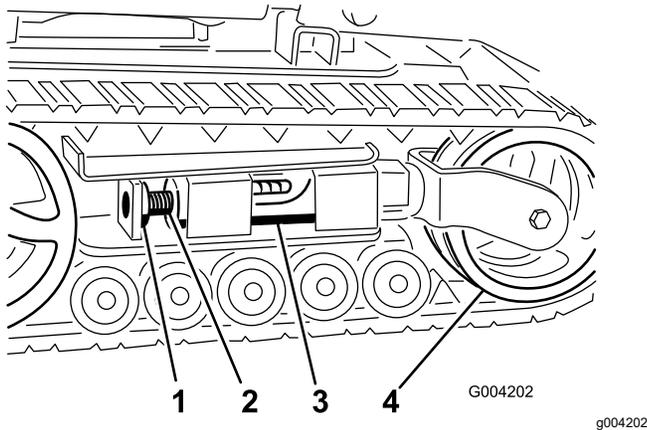
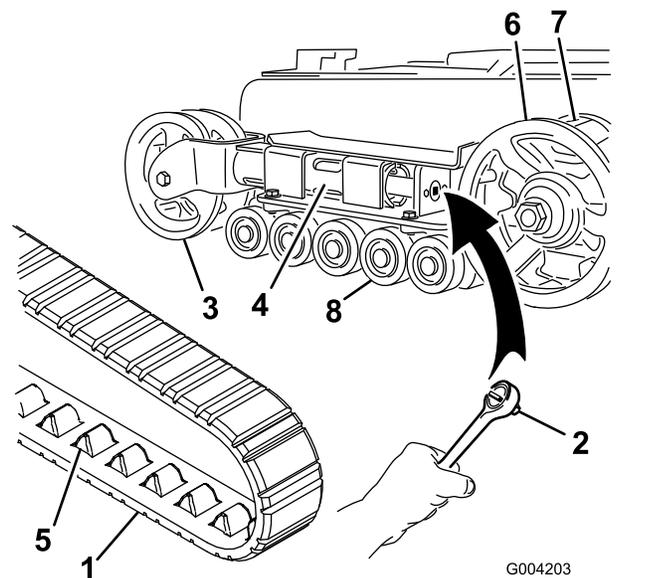
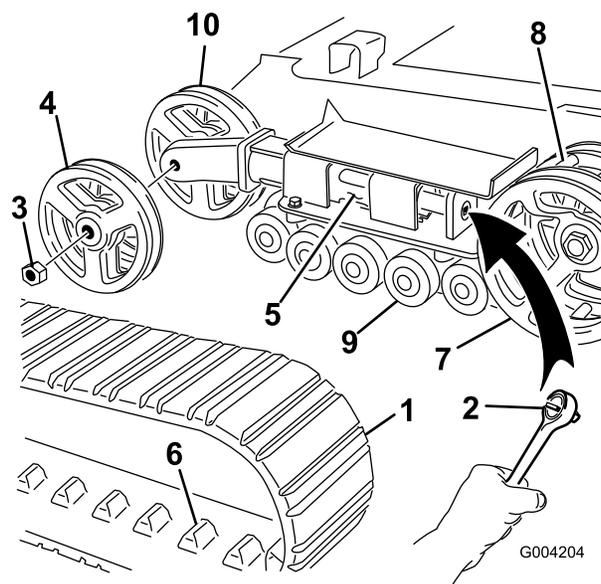

図 45
図 46
図 47
4. ロッキングボルトとナットを外す 図 45。
6. テンションねじのノッチのうち、ロッキングボルトの穴に一番近いノッチを穴に合わせ、ねじを溝をローラを適切な穴に合わせてセットし、シャフトを通してボルトとナットで固定する 図 45。
**注** 細幅クローラの場合は、前側テンションホイールが、テンションチューブの端部のフォークの内側に取り付けられています 図 46。
5.  $\frac{1}{2}$ " のドライブレンチを使用して、テンショニングねじを左にまわしてドライブテンションを解放する 図 45 と 図 46。
6. テンションホイールをユニットの後方に向かって押してテンションチューブをフレームに当てる 図 46。フレームに当たらない場合は、テンショニングねじを更に回す。
8. テンションホイールからクローラが外れたら、駆動スプロケットとロードホイールからもクローラを外す 図 46。
9. 駆動スプロケットからスタートして、新しいクローラをスプロケットに巻きつけるようにして取り付けるクローラについている爪がスプロケットのコグにはまるように取り付けること 図 46。
10. ロードホイールとロードホイールの間にクローラを押し込む 図 46。
**注** 広幅クローラの場合は、前側テンションホイールが、テンションチューブの端部の側部に取り付けられています 図 47。
4. ロックボルトとナットを外す 図 45。
5. 1/2" のドライブレンチを使用して、テンションねじを左にまわしてドライブテンションを解放する 図 45 と 図 47。
6. テンションホイールをユニットの後方に向かって押してテンションチューブをフレームに当てる 図 47。フレームに当たらない場合は、テンションねじを更に回す。
7. 外側のテンションホイールを固定しているナット外して右ホイールを取り外す 図 47。
8. クローラを取り外す 図 47。
9. 内側のテンションホイールを固定しているナット外して右ホイールを取り外す 図 47。
13. 先ほど取り外したナットで、内側テンションホイールを元通りに取り付ける 図 47。
15. 新しいクローラのラグが、駆動スプロケットの真ん中にある2つのスペーサの間に嵌るように取り付けする 図 47。
16. 先ほど取り外したナットで、外側テンションホイールを元通りに取り付ける 図 47。